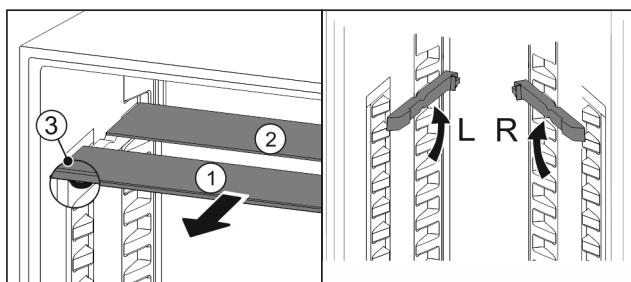

Fig. 121
- Træk glaspladerne ud enkeltvis fremad Fig. 121 (1).
- ▷ Glaspladen Fig. 121 (1) med pyntelisten ligger foran.
- ▷ Stoppene Fig. 121 (3) peger nedad.